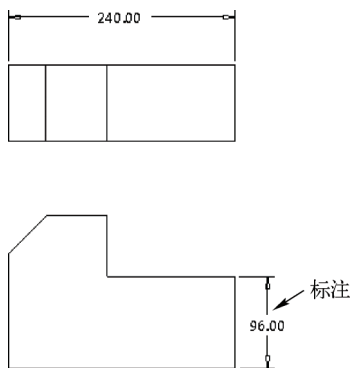

图 4-4 标注尺寸二
STEP 04 用与上述同样的方法，标注右下方的竖直直线，单击鼠标中键，完成线段长度尺寸的标注，效果如图 4-4 所示。